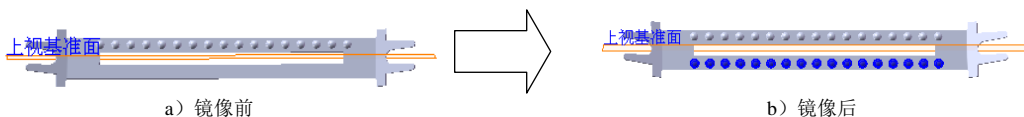

图 15.2.27 镜像 1
(4) 单击 按钮，完成阵列 (线性) 1 的创作。
Step8. 创建图 15.2.27 所示的镜像 1。
(1) 选择命令。选择下拉菜单 **插入(I)** → **阵列/镜向(E)** → **镜向(M)...** 命令。
(2) 定义镜像基准面。选取上视基准面作为镜像基准面。
(3) 定义镜像对象。选择阵列 (线性) 1 和成形特征 1 作为镜像 1 的对象。
(4) 单击 按钮，完成镜像 1 的创作。